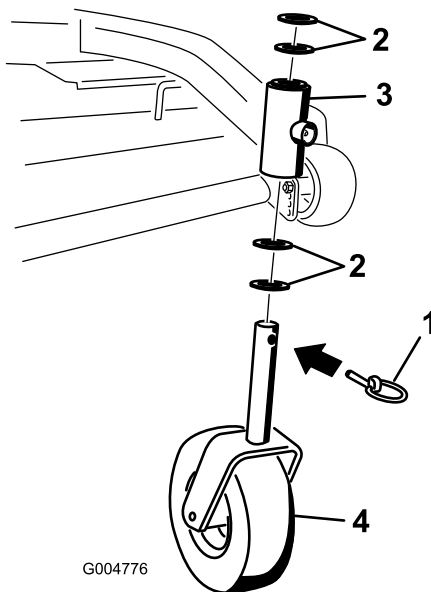

Bild 37
2. Entfernen Sie den Arretierbolzen und die Distanzstücke von der Oberseite der Laufradgabel (Bild 37).
6. Prüfen Sie die Laufradgabel auf Abnutzung und tauschen sie bei Bedarf aus (Bild 37).
Hinweis: Setzen Sie die Distanzstücke auf die Laufradgabel und befestigen Sie sie mit dem Sicherungsring (Bild 37).